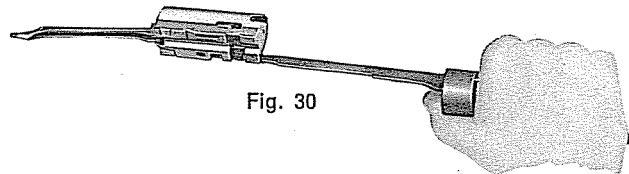
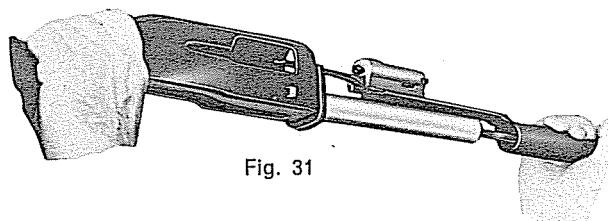

Fig. 30
Fig. 31
- c) Tenendo impugnato il manico, curando che il pezzo appoggi sull'asta (fig. 30).
introdurre il gruppo otturatore nella culatta (fig. 31) avendo cura che la biella
- c — hold action bar sleeve as shown in fig. 30 so that bolt assembly rests on the action bar: insert bolt assembly into the receiver (fig. 31).
- c — en tenant le manchon du bras de commande comme indiqué dans la fig. 30 introduire le groupe culasse mobile dans la boîte de culasse.
S'assurer que la tige de la bielle (en position coaxiale avec le groupe de la culasse mobile) vienne buter dans le logement prévu à cet effet dans le bouchon de la tige du ressort récupérateur et que le manchon du bras de commande glisse librement le long du tube magasin (fig. 31 et 32)